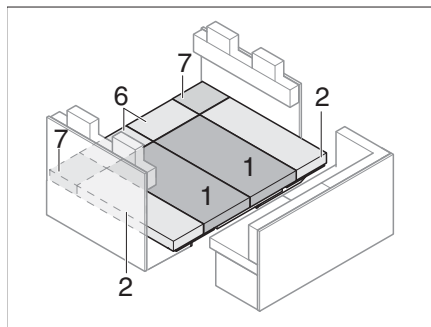

Bild 179 Efter ombyggnaden
- Lägg sits-, ryggstöds- och extradynorna som visas på Bild 179.